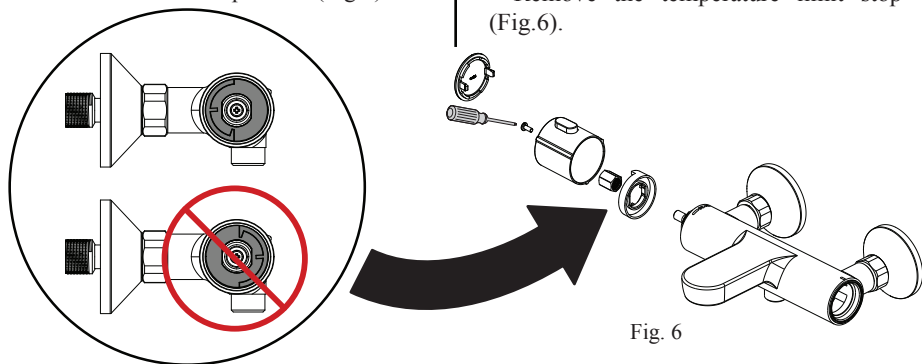

Fig. 6
- Retirer la butée de température (Fig.6).
- Remove the temperature limit stop (Fig.6).